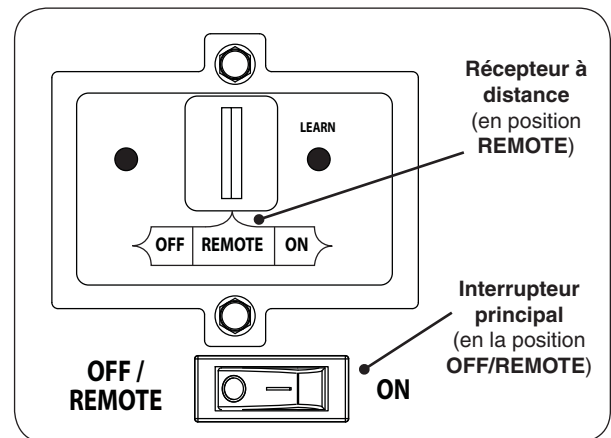

Fig. 42-1 Contrôle détail du panneau
1. Vérifiez que l'interrupteur principal est en position **OFF/REMOTE** (éteindre/éloigné) (voir Fig. 42-1).
2. Repérez l'interrupteur à 3 positions sur le récepteur de télécommande (voir Fig. 42-1), Et faites glisser l'interrupteur à la position **REMOTE**(éloigné).